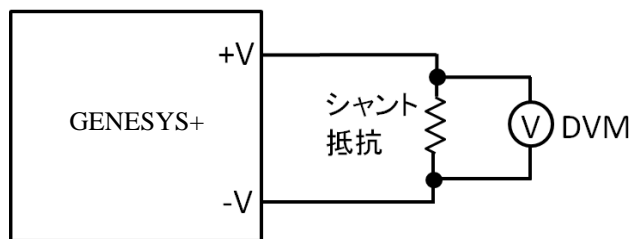

図4-71 DVMの接続図(CC動作確認の場合)
2. 図4-71のように電流測定用のシャント抵抗を出力端子間に接続してください。
3. 図4-71のようにDVM(電圧計)をDCシャント抵抗に接続してください。